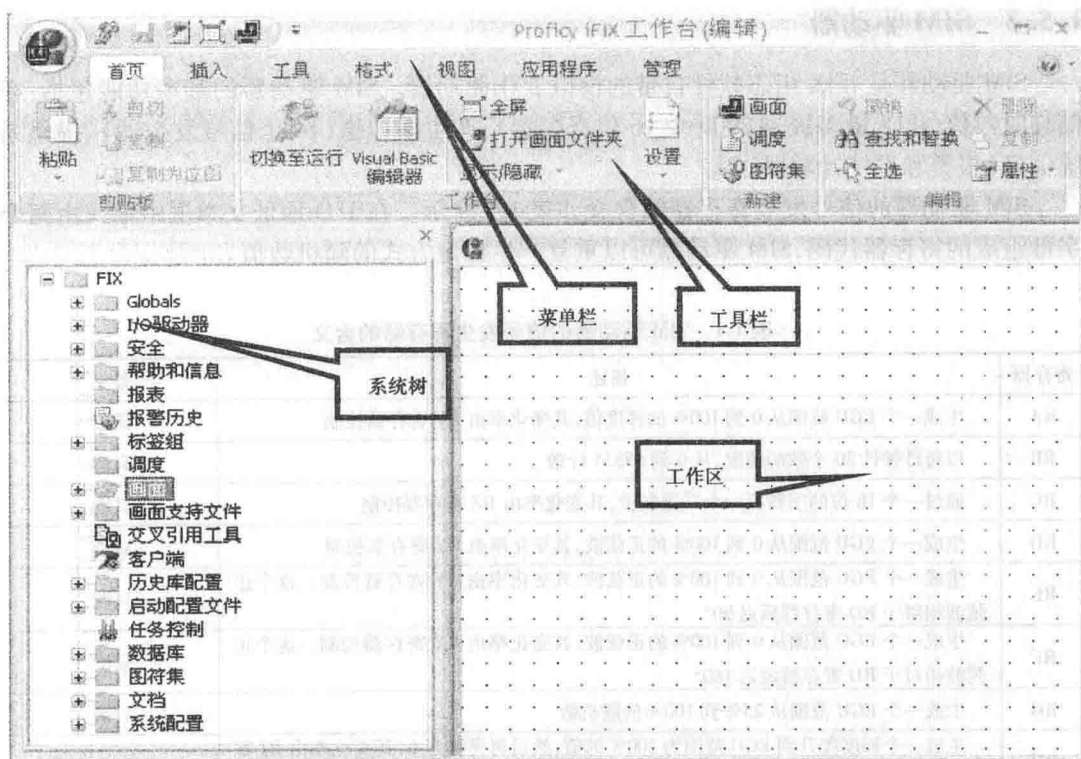

图 1-5 Proficy iFIX 工作台
(2) iFIX5.1 软件启动后,系统打开工作台,如图 1-5 所示。Proficy iFIX 工作台有两种模式:编辑模式和运行模式(按组合键“Ctrl + W”或者单击工作台最上方的按钮,可以在两种模式之间进行切换)。工作台编辑环境包括菜单栏、工具栏、系统树、工作区四大区域。用户可以在编辑模式下构建过程数据库、创建监控画面、进行画面设计和动画连接。在运行模式下对监控画面进行调试与运行。